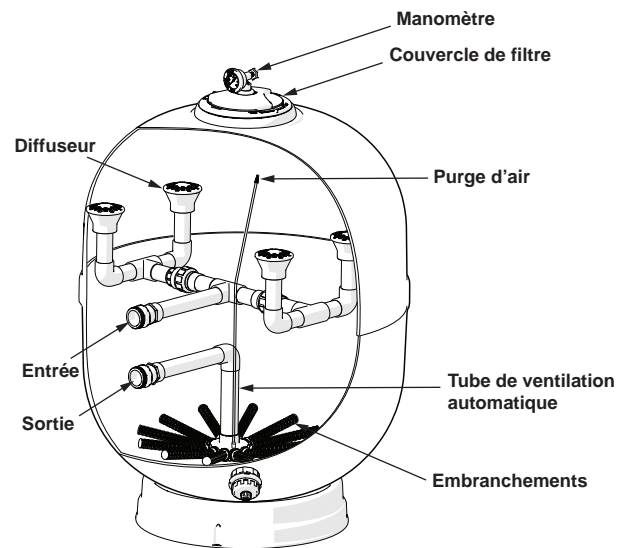

Figure 6. Décharge d'air automatique
9. Vérifiez que le tuyau de ventilation est correctement positionné dans le réservoir. Voir **Figure 6**.